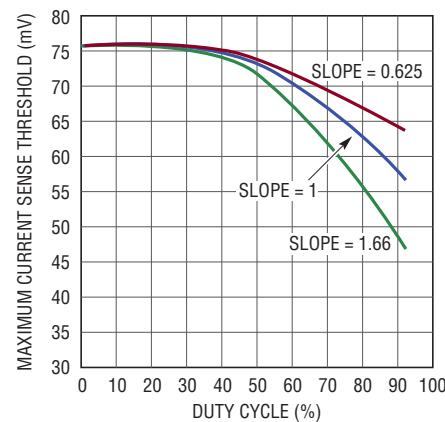

図 21. デューティ・サイクルとスロープ利得による最大検出電圧の変化
LTC3862-2 のピーク検出電圧しきい値は、正規化されたスロープ利得である 1.00 を使用した場合、低デューティ・サイクルで 75mV であり、SENSE⁺ と SENSE⁻ の間で測定されます。デューティ・サイクルとスロープ利得を変化させた場合の検出電圧のしきい値の変化を図 21 に示します。
- LTC3862-2の最大電流センスしきい値は、低デューティ・サイクルで、正規化されたスロープ利得が1.0の場合、75mVです。図21を使うと、デューティ・サイクルが70%で、正規化されたスロープ利得が1のとき、最大検出電圧は68mVなので、センス抵抗は次のように計算されます。